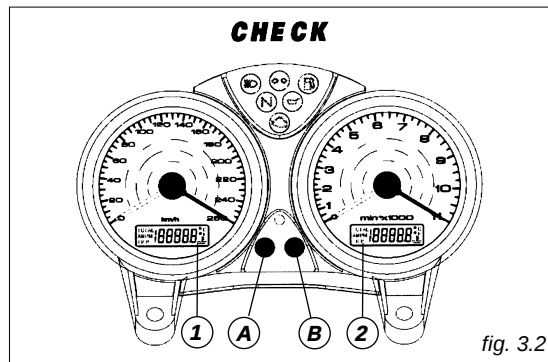

fig. 3.2
Tournez la clé sur **ON** et appuyez sur le bouton-poussoir (A) (fig. 3.2) pour alterner l'affichage du totalisateur journalier à celui du compteur kilométrique.
Appuyez sur sur le bouton-poussoir (A) (fig. 3.2) pendant plus de 2 secondes, fonction **TRIP** activée (totalisateur journalier), pour la mise à zéro de l'afficheur (LCD 1).
Tournez la clé sur **ON** et appuyez sur le bouton-poussoir (B) (fig. 3.2) pour afficher l'horloge et la température de l'eau.
Si l'on tourne la clé sur **ON** et l'on appuie sur le bouton-poussoir (B) (fig. 3.2) dans 5 secondes, chaque pression de ce bouton produira une variation de l'intensité lumineuse du tableau de bord.